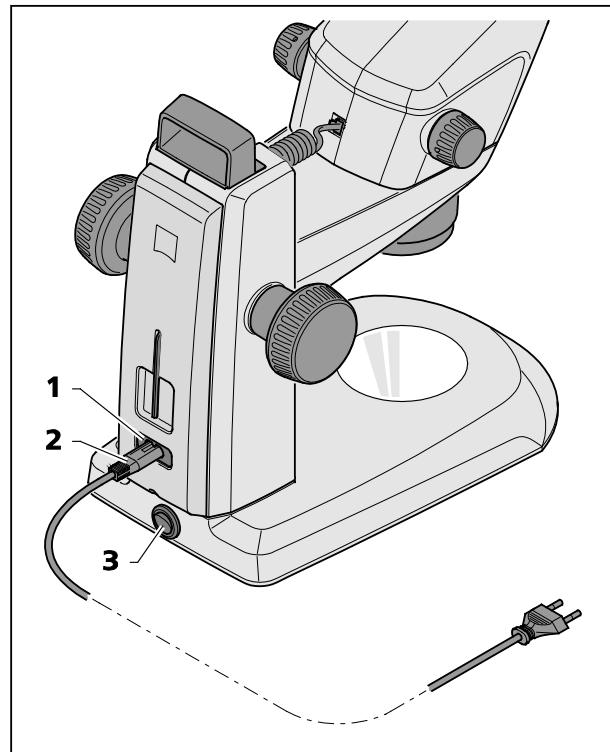

Fig. 17 Raccordement électrique du stéréomicroscope
- Branchez le cordon d'alimentation (Fig. 17/2) dans le connecteur femelle (Fig. 17/1) du statif.
- Branchez l'autre extrémité du cordon d'alimentation (Fig. 17/2) dans une prise de courant.
- Mettez le stéréomicroscope sous tension/hors tension avec l'interrupteur de secteur (Fig. 17/3).